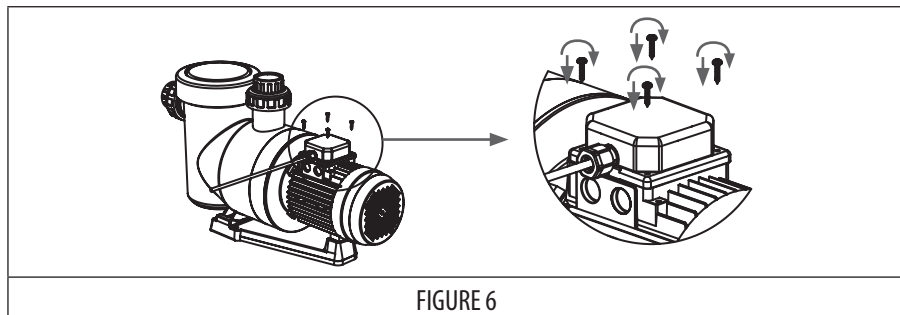

FIGURE 6
5. Refermez le boîtier de connexions électriques, en vérifiant que le joint est bien en place, et resserrez les vis. (FIGURE 6)